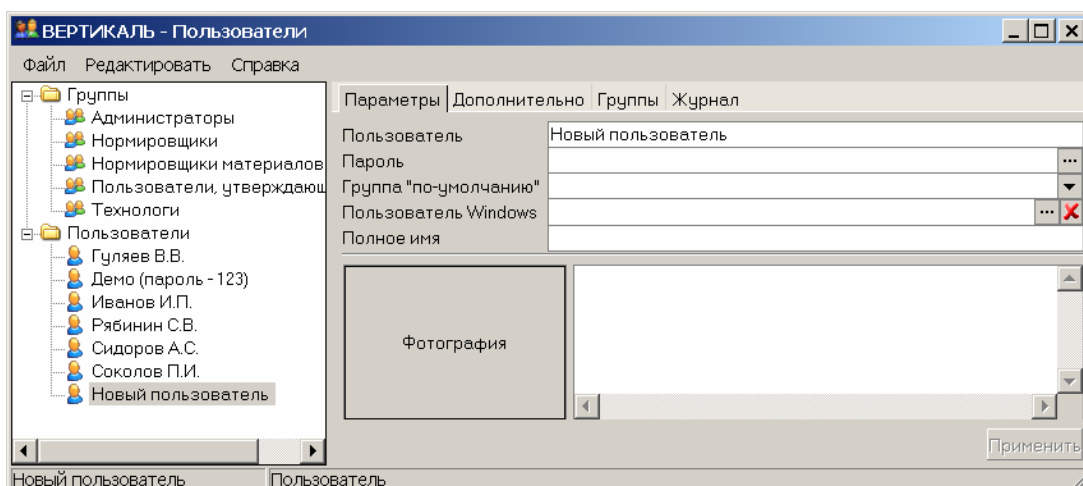

Рисунок 4 – Создание нового пользователя
- 2 Выполняем команду **Редактировать – Создать**. Приложение создаст в списке нового пользователя «Новый пользователь» (рисунок 4).